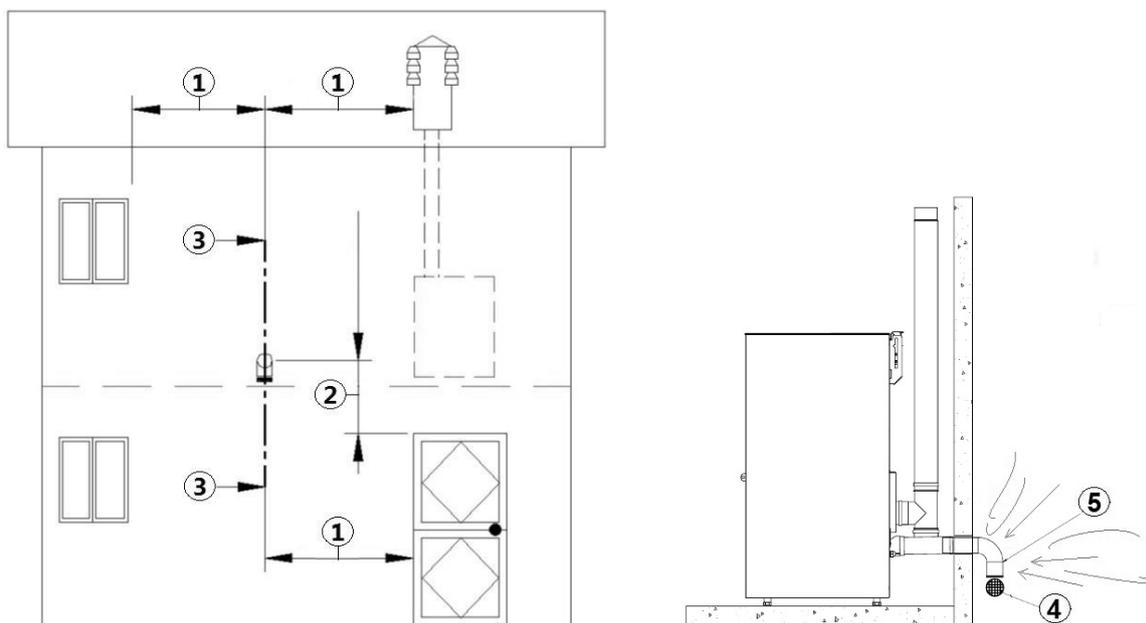

Fig. 11 - Toma de aire en caso de instalación estanca
Verificar en **Fig. 11**, si la estufa que han comprado es estanca. Si es estanca y si desean que también toda la instalación sea estanca, sigan las indicaciones bajo descritas:
- En la pared exterior hay que instalar una curva de 90° para proteger el flujo de aire comburente de los efectos del viento: volver la toma de la curva hacia abajo, véase **Fig. 11**.
Verificar en Fig. 11. si la estufa que han comprado es estanca. Si es estanca y si desean que también toda la instalación sea estanca, sigan las indicaciones bajo descritas:
- En la pared exterior hay que instalar una curva de 90° para proteger el flujo de aire comburente de los efectos del viento: volver la toma de la curva hacia abajo, véase Fig. 11.